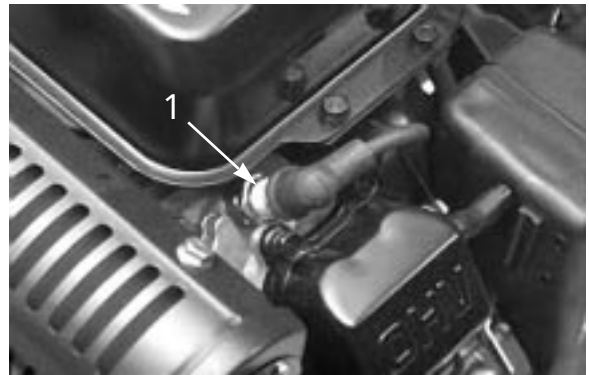

図 32
- 2. プラグの周囲を清掃し、シリンダ・ヘッドからプラグを外す (図 32)。